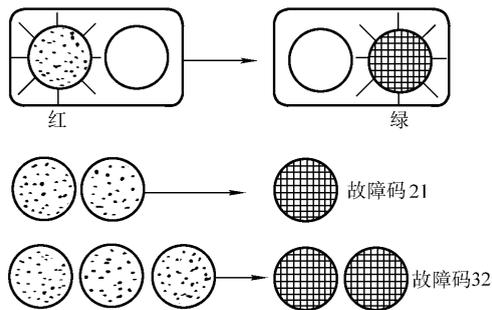

图 1-3 采用两个发光二极管显示故障码图例
(1) 采用一个 LED 显示时，其指示方式与仪表板上的“检查发动机”指示灯闪示故障码的方式相同。
(2) 采用两个 LED 显示时，一般为两个不同颜色的发光二极管，红色发光二极管闪烁十位码，绿色 LED 闪示个位码，两个 LED 共同显示故障码（图 1-3）。